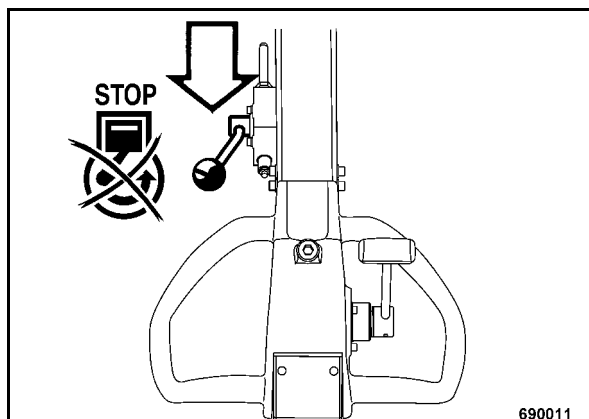

рис. 29
- Установить рычаг управления частотой вращения в положение "STOP" (рис. 29).